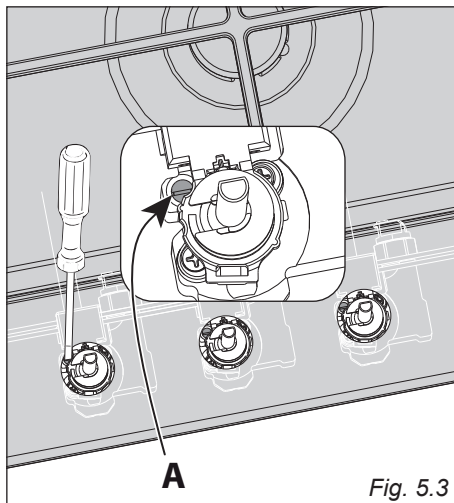

Fig. 5.3
- Med en flad skruetrækker drejes skruen "A" indtil flammen har en korrekt længde (fig. 5.3).